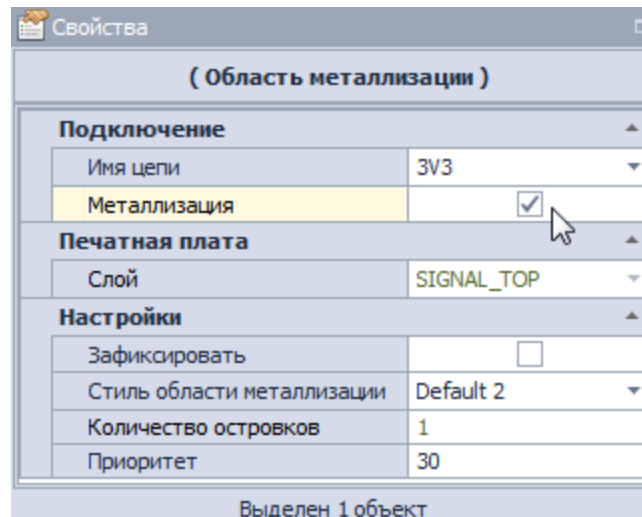

Рис. 344 Отмена заполнения области металлизации
2. С помощью панели «Свойства» отменяется заполнение области металлизации, для этого в пункте «Металлизация» снимается флаг, см. Рис. 344.